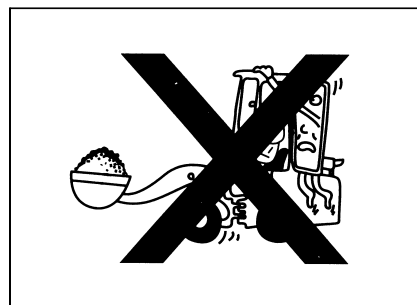

Рис. 1-64
- Не допускается движение с открытой дверью водительской кабины (за исключением двери со стопорным органом открытия)(рис. 1-64).